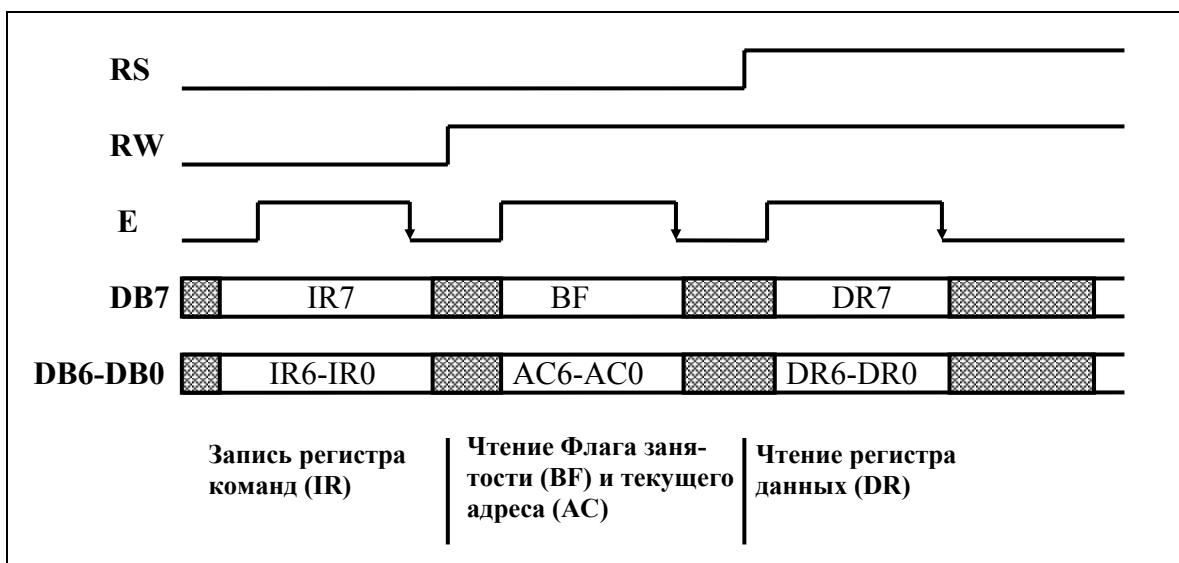

Рис.2 Пример работы 8-ми разрядного интерфейса.
- в режиме 8-ми разрядного интерфейса используются все 8 разрядов шины данных. Данные стробируются сигналом E, по заднему фронту которого начинается выполнение команды и Флаг занятости BF устанавливается в "1" (см. рис.2).